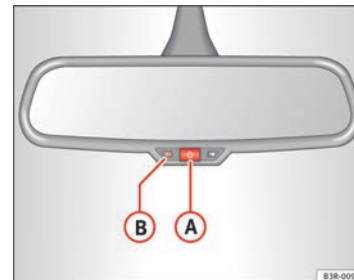

Abb. 102 Abblendbarer Innenspiegel: Kontrollleuchte und Ein-/Aus-schalt-Taste ▶
- Drücken Sie die Taste **(A)** ⇒ Abb. 102. Die Kontrollleuchte **(B)** erlischt.
- Drücken Sie die Taste **(A)** ⇒ Abb. 102. Die Kontrollleuchte **(B)** leuchtet.